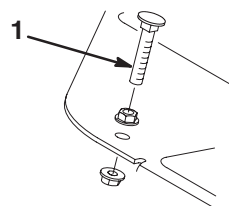

Figure 51
1. Enfoncez la pédale de déplacement. Si la pédale touche la butée (Fig. 51) avant que la tension soit ressentie sur le câble, un réglage est requis.
- A. Desserrez les contre-écrous à collerette de fixation de la butée de pédale au plancher (Fig. 51).